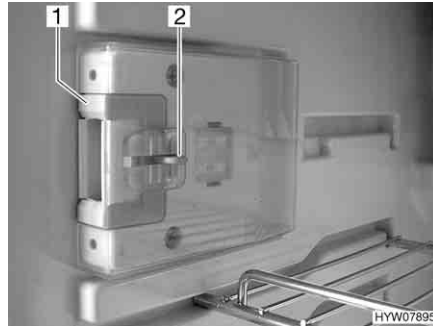
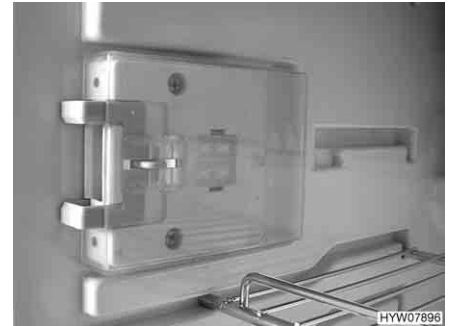

Bild 126 Låsanordning i normalläge
Bild 127 Låsanordning i ventilationsläge
■ Tryck in frigöringen (Bild 126,2).
■ Skjut låsanordningen (Bild 126,1) framåt (Bild 127).